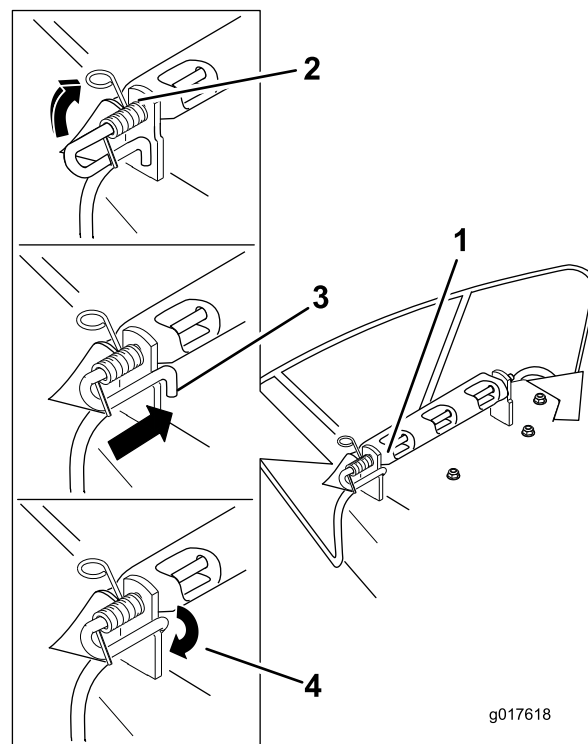

Figure 59
5. Fixez l'ensemble tige et ressort en le tournant de sorte à pouvoir placer l'extrémité courte de la tige derrière le support avant soudé au tablier de coupe (Figure 59).
4. Soulevez le côté avec la boucle du ressort et placez-le dans le cran du support de déflecteur (Figure 59).